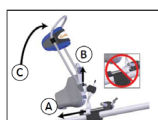

図 S4
- 8S ヒップディストラクターの微調節クランクを使用して、可能な限り患者の近くにブーツを位置させる（図 S4-A）。
- 9S ニーホルダーのロックを引き上げ（図 S4-B）、ニーホルダーを開放する（図 S4-C）。